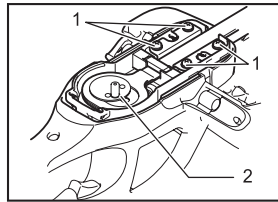

Рис. 3
- Установите нож и затяните 4 винта (Рис. 3), верните на прежнее место кольцевую прокладку.